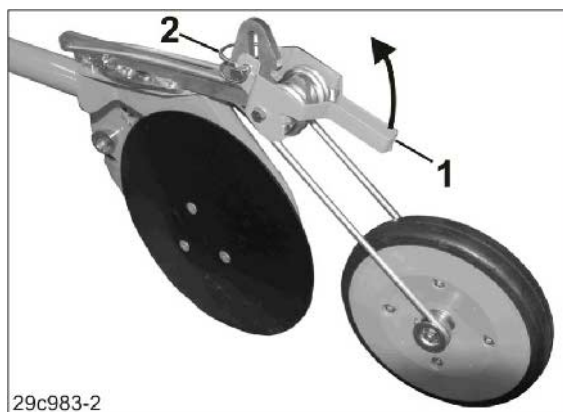

Рис. 123
1. Снимите пружинный фиксатор (Рис. 123/2).
2. Рычаг стопора (Рис. 123/1) переведите вверх.
5. Зафиксируйте установку пружинным фиксатором (Рис. 123/2).